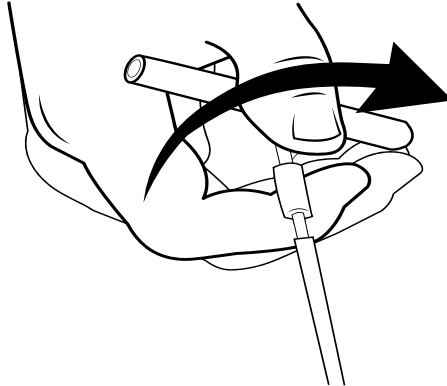

Figure 29. Retrait de la poignée de l'outil de tunnellisation
6. Une fois l'extrémité de l'outil de tunnellisation totalement exposée, dévisser et retirer la poignée de l'outil de tunnellisation (Figure 29).